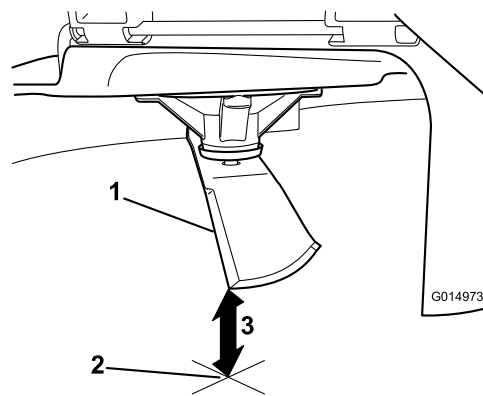

Bild 73
5. Messen Sie von der Messerspitze bis zu ebenen Fläche (Bild 73).